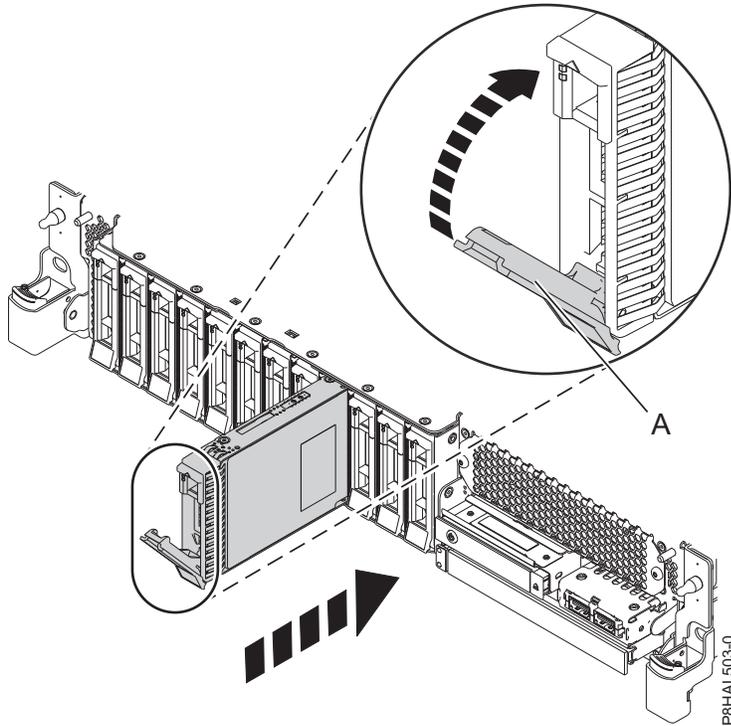

Figure 32. Installation d'une unité de disque dans un système à fonction de base
4. Déverrouillez la poignée de la baie d'unité (A) en appuyant dessus et en la tirant vers vous. Si la poignée n'est pas complètement sortie, vous ne pouvez pas insérer l'unité dans le système. Voir figure 32, à la page 35 et figure 33, à la page 35.
8. Lorsque le voyant d'identification de l'emplacement sélectionné clignote, faites glisser complètement l'unité dans le système et poussez complètement la poignée de la baie d'unité (A) jusqu'à ce qu'elle se verrouille. Voir : figure 32, à la page 35 et figure 33, à la page 35.